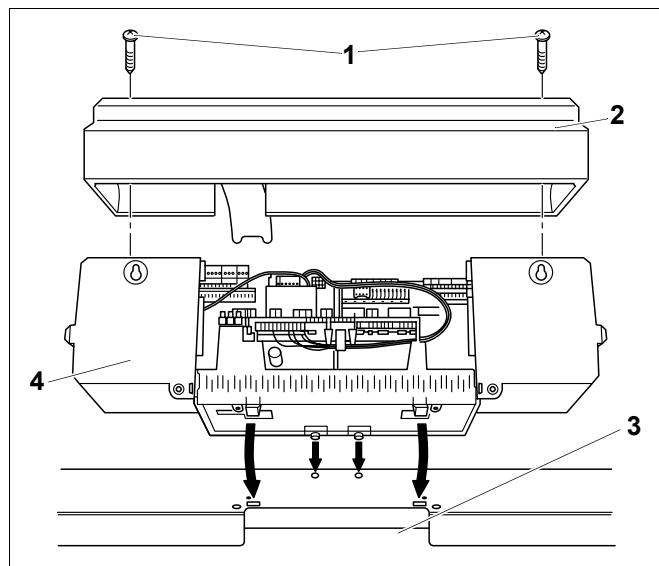
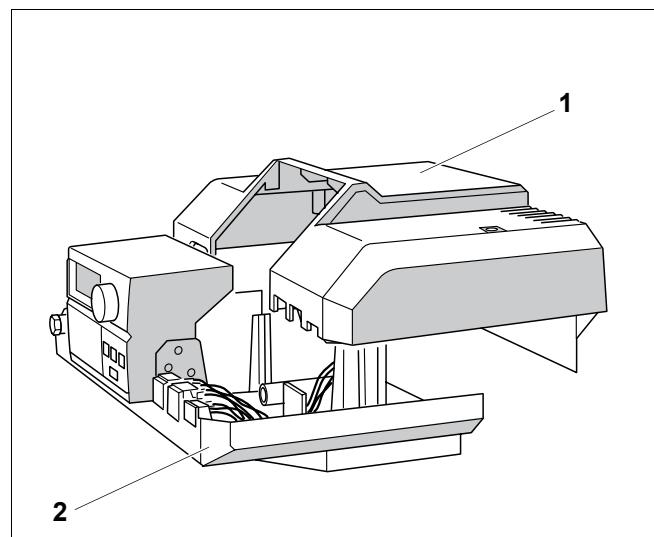

Рис. 14 Открытие и установка системы управления Logamatic 4000
Рис. 21 Установка крышки клеммного щитка
- Оба винта (рис. 14, поз. 1) выкрутить сверху из крышки клеммного щитка (рис. 14, поз. 2) и снять ее.
- Слегка наклонив систему управления вперед, установить ее так, чтобы передние крюки вошли в овальные отверстия. Систему управления подвинуть вперед и отклонить назад до защелкивания обоих упругих крюков справа и слева (стрелки на рис. 14).
- Капиллярные трубы проложить через кабельный проход (рис. 14, поз. 3) и развернуть на требуемую длину.
- Установить крышку клеммного щитка (рис. 21, **поз. 1** и рис. 14, стр. 35, **поз. 2**) закрепить ее винтами к системе управления (рис. 21, **поз. 2** и рис. 14, стр. 35, **поз. 4**).